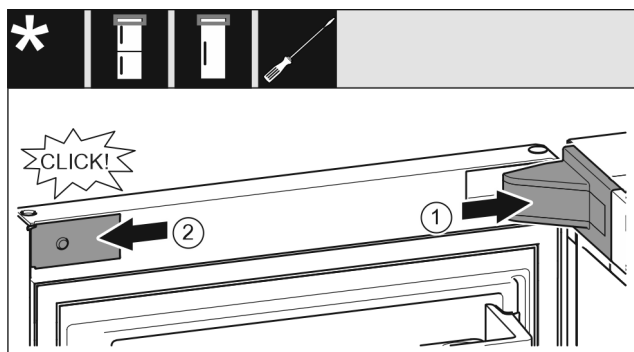

Fig. 21
- Sätt an lagerbockskyddet Fig. 21 (1) och haka i, tryck vid behov försiktigt isär det.
- Sätt an panelen Fig. 21 (2) på sidan och haka i.